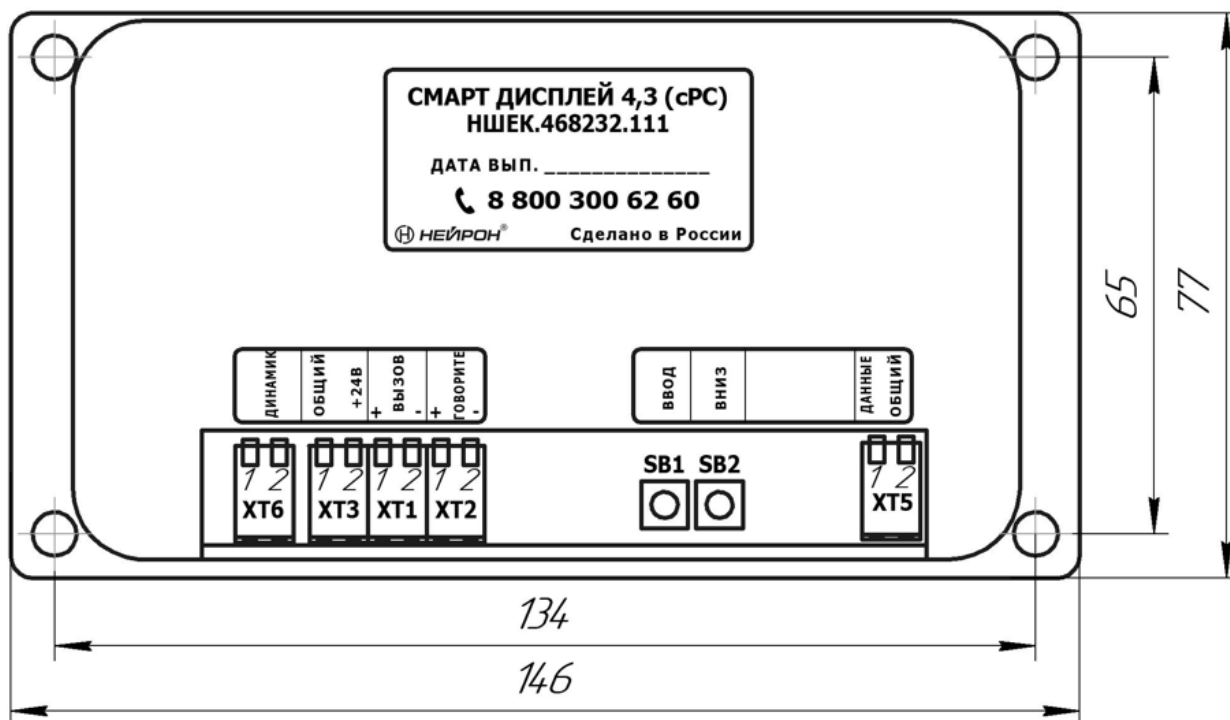

Рис.1. Расположение разъемов и органов управления
7.2 Выполнить подключение разъема XT1-XT5 устройства в соответствии с таблицей 1. Расположение разъемов показано на рис.1.